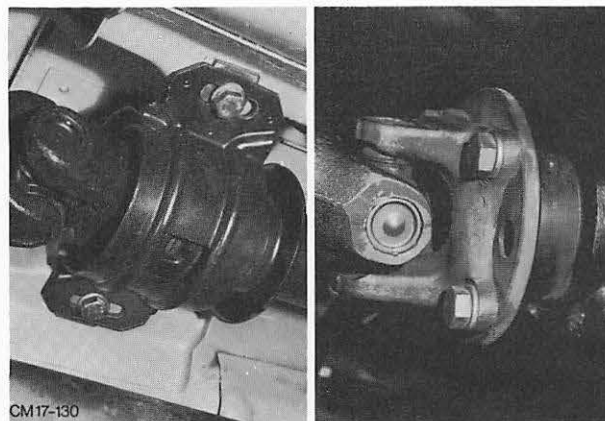

Abb. 35 Befestigung – Gelenkwelle
26. Blindstopfen aus der Getriebeverlängerung entfernen und Gelenkwelle spannungsfrei montieren. Abb. 35.